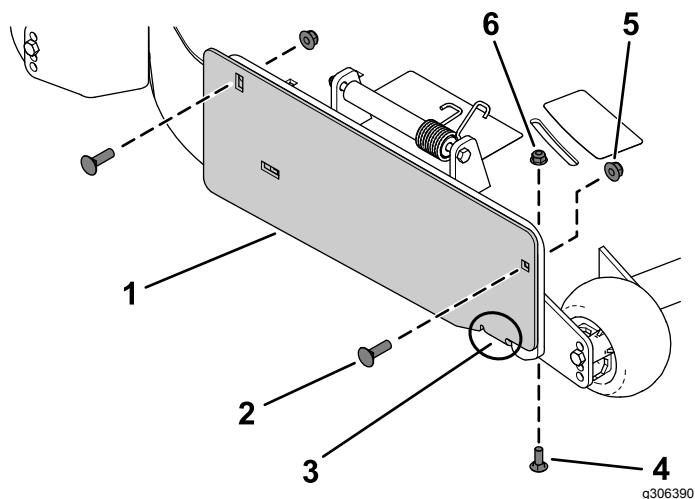

Figura 3
1. Fissate la piastra di copertura scarico all'esterno della staffa di montaggio con 2 bulloni a testa tonda (5/16" x 7/8") e 2 dadi di bloccaggio (3/8") come mostrato nella Figura 3.
2. Fissate la linguetta all'interno del piatto di taglio utilizzando un bullone a testa tonda (5/16" x 7/8") e un dado flangiato (5/16"), come illustrato nella Figura 3.